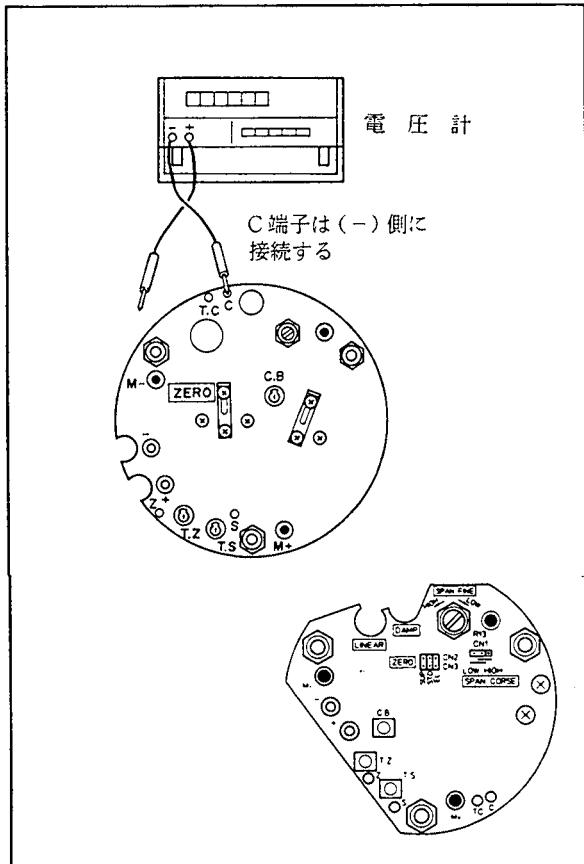

図6.13 温度補償回路のチェック端子
- (2) アンプユニットまたはカプセルアセンブリを交換した場合には、必要に応じ 6.4.1 項を参照してリニアリティ調整を行なってください。
- (3) C. B ボリウムを反時計方向に回しります(図 6.13 参照)。
- (4) T. Z ボリウムを回し C-Z 間の電圧が $0 \pm 2.5 \text{ mV}$ D. C 以内になるように調整します。
- (5) T. S ボリウムを回し C-S 間の電圧が $0 \pm 2.5 \text{ mV}$ D. C 以内になるように調整します。
- (6) C. B ボリウムを回し C-T C 間の電圧が $0 \pm 5 \text{ mV}$ D. C 以内になるように調整します。
- (7) 6.4.2 項を参照して、伝送器をご使用時の測定レンジに正しく調整します。ただし、測定レンジの 0 % が正または負方向に遷移している場合には、遷移量を零にしてください。